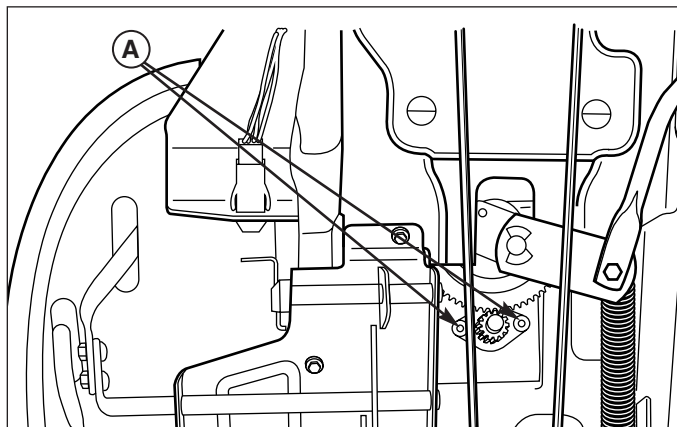

Figure 24. Réglage du pignon de direction
1. Voir la figure 24. Repérer l'ensemble du pignon de direction sous le tracteur. Desserrer les deux écrous et ajuster le support de façon à ce que les dents du pignon soient bien engrenées.